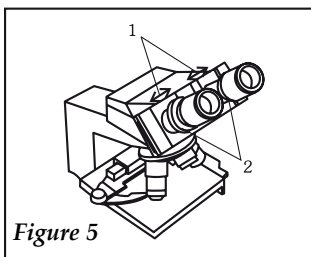

Figure 5
a) La distancia interpupilar (fig. 5): Regule la distancia interpupilar separando ó juntando los oculares hasta conseguir una total fusión de las dos imágenes.
a) La distance interpupillaire (fig. 5): Régler la distance interpupillaire en mouvant les oculaires jusqu'à réussir à avoir une fusion totale des deux images.